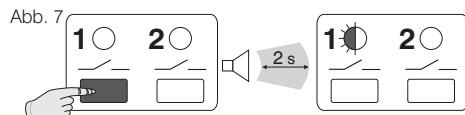

Abb. 8
- Den Vorgang für die anderen anzugeleichenden Kanäle wiederholen (Abb. 8).